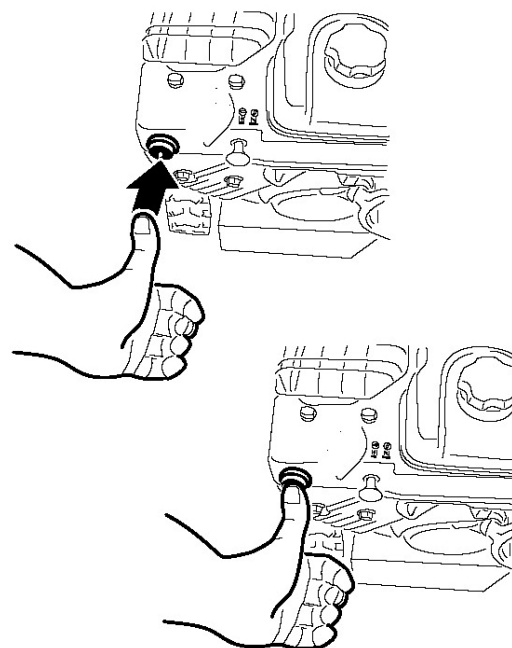

Рисунок 21.
4. Нажмите большим пальцем насос подкачки топлива 2 раза (при температуре от -9°C и выше) или 4 раза (при температуре от -9°C и ниже), каждый раз удерживайте насос в течение секунды (Рис. 21).